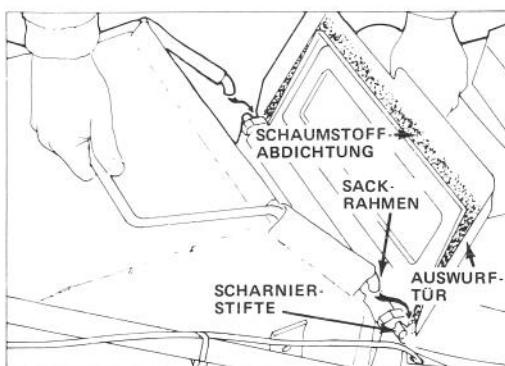

Bild 10
2. EINBAU DES SACKS — Auswurftür anheben und Sackrahmen auf Scharnierstifte haken (Bild 10). Den Sack auf dem Mähergehäuse über der Auswurftür aufliegen lassen. Tür schließen